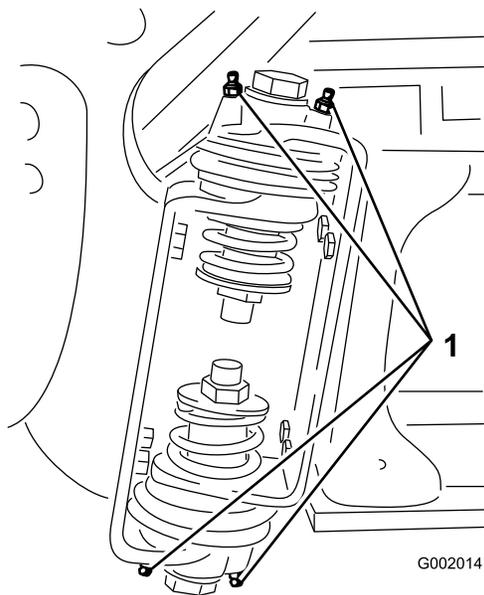

Figura 64
2. Bombee grasa en el cojinete o casquillo de cada punto de engrase (Figura 64).